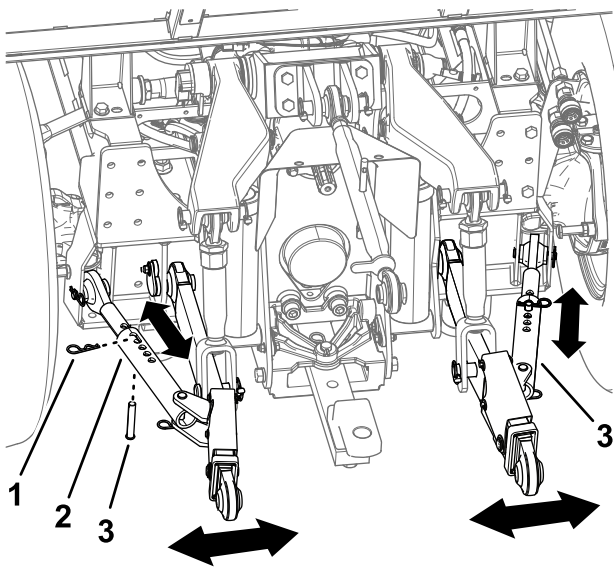

Figure 25
1. Retirez la goupille fendue et l'axe de chape de chaque barre stabilisatrice (Figure 25).
2. Sortez plus ou moins la barre stabilisatrice jusqu'à ce que l'accessoire soit de niveau (Figure 25).
3. Une fois le réglage effectué, fixez la barre stabilisatrice avec la goupille fendue et l'axe de chape (Figure 25).